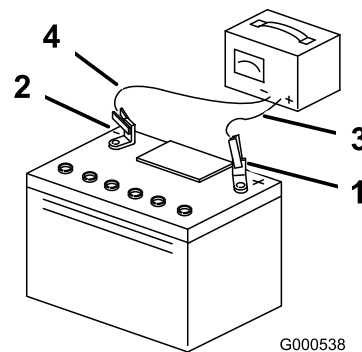

Figura 38
3. Quando la batteria è completamente carica, staccate il caricabatterie dalla presa elettrica e scollegate i cavi di ricarica dai poli della batteria (Figura 38).